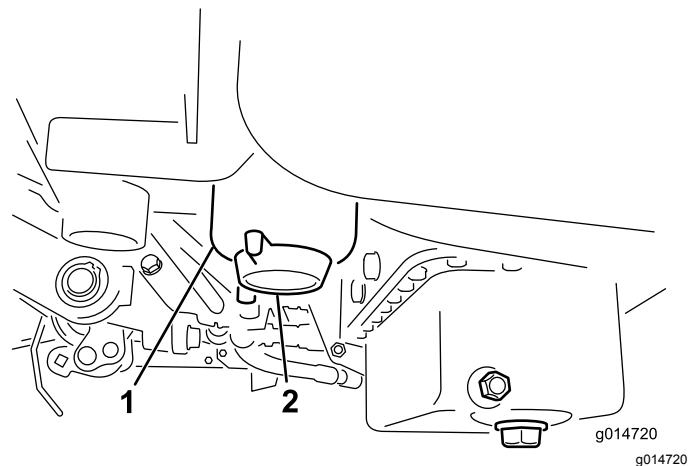

図 43
2. フィルタ容器 (図 43) の周辺をウェスできれいにぬぐう。
4. フィルタのドレンプラグを開く 図 43。